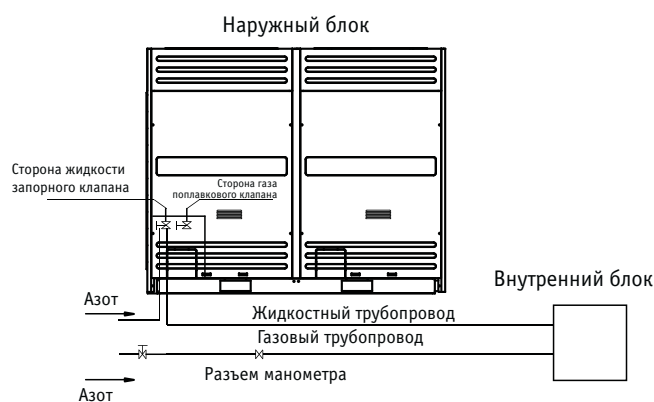

Рис. 5-4
- Не разрешается подавать давление непосредственно на поплавковый клапан. (См. Рис. 5-4)